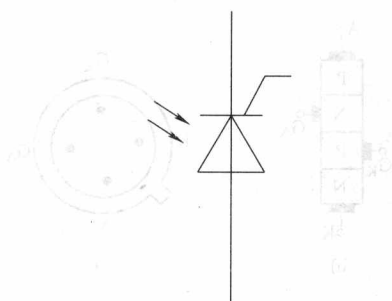

图 2-7 光控晶闸管电路图形符号
(2) 光控晶闸管：光控晶闸管曾称光控可控硅，简称 LAT，也称 GK 型光开关管，它是一种光敏器件。在电路中常用图 2-7 所示的图形符号来表示。光控晶闸管的外形和内部结构如图 2-8 所示，它由 PNP 四层半导体材料构成，可等效为由一只晶闸管和一只电容、一只光敏二极管组成的电路。由于光控晶闸管的控制信号来自光的照射，故其只有阳极 A 和阴极 K 两个引出电极，门极为受光窗口（小功率晶闸管）或光导纤维、光缆（大功率晶闸管）等。